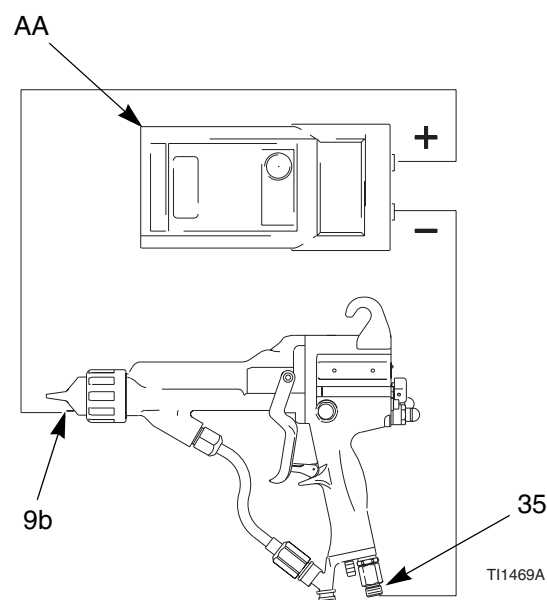

Fig. 5 Test de résistance du pistolet
Le mégohmmètre réf. no. 241079 (AA-Voir FIG. 5) n'est pas homologué pour une utilisation sur un site dangereux. Pour réduire les risques d'étincelles, ne pas utiliser le mégohmmètre pour contrôler la mise à la terre, sauf:
2. Mesurer la résistance entre l'extrémité de l'aiguille de l'électrode (9b) et le raccord tournant d'air (35); elle doit être comprise entre 156 et 180 mégohms. Voir FIG. 5. Si les valeurs sont en dehors de cette plage, passer au test suivant. Pour les valeurs comprises dans la plage, se reporter à **Guide de dépannage électrique** en page 24 pour connaître les autres causes possibles de fonctionnement défectueux.